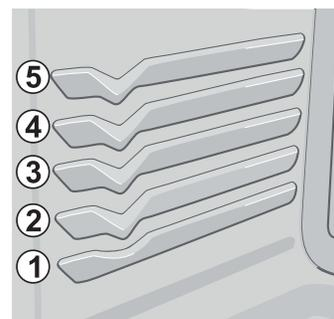
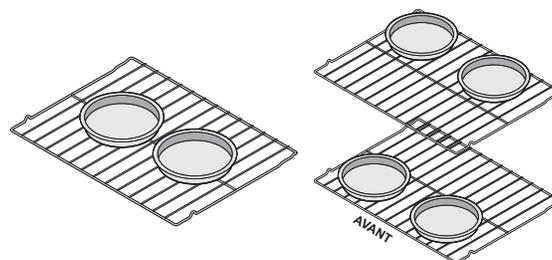

Figure 28 : Positions des grilles
Figure 29 : Espacement de pan seul rack (L), Double espacement (R)
- Pour obtenir de meilleurs résultats lorsque vous utilisez deux grilles pour la cuisson de gâteaux, utilisez la fonction de cuisson par convection. Lorsque vous utilisez deux grilles pour la cuisson, placez ces dernières aux positions 1 et 4 (Figure 28) et placez les plats comme illustré à la Figure 29. Utilisez grille à glissière en position 1 et une grille plate en position 4.